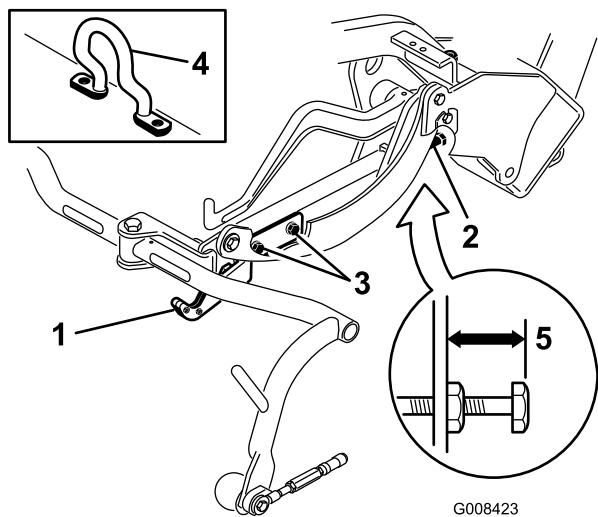
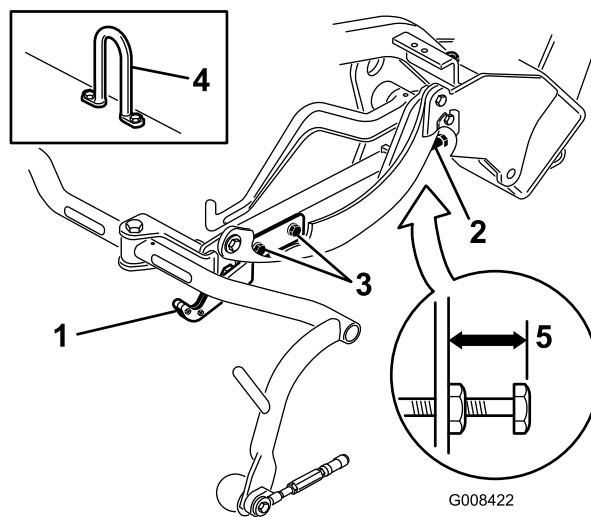
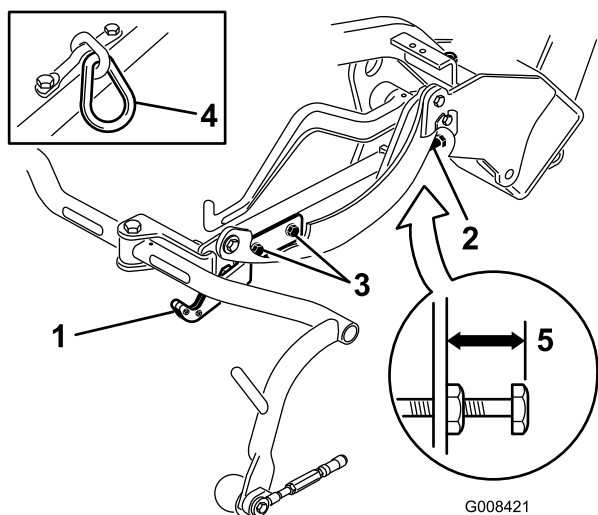

Рисунок 12
Рисунок 14
Рисунок 13
Проверьте транспортную высоту (Рисунок 13 и Рисунок 14) и при необходимости отрегулируйте.
2. На режущих блоках, оборудованных подъемной проушиной (Рисунок 12, врезка), убедитесь в том, что расстояние от верха регулировочного винта несущей рамы до задней стороны несущей рамы составляет 25 мм. Если расстояние не равно 25 мм, перейдите к этапу 4.
3. На режущих блоках, оборудованных подъемной проушиной (Рисунок 13 и Рисунок 14, врезка), убедитесь в том, что расстояние от верха регулировочного винта несущей рамы до задней стороны несущей рамы составляет 22 мм. Если расстояние не равно 22 мм, перейдите к этапу 4. Если режущий блок оборудован подъемной проушиной (Рисунок 12), перейдите к следующему этапу.
4. Выверните винты крепления транспортной планки (Рисунок 13, Рисунок 14 и Рисунок 12).
7. Если несущие рамы находятся на разной высоте, отпустите зажимную гайку на регулировочном винте несущей рамы (Рисунок 12, Рисунок 13 и Рисунок 14). Поворачивайте винт наружу для подъема и внутрь для отпускания. После получения надлежащей высоты затяните зажимную гайку.